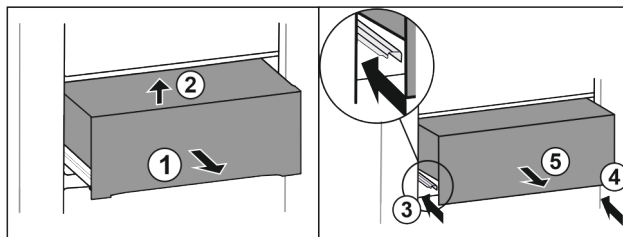

Fig. 40 *
- ▶ Schuiflade er half uitschuiven Fig. 40 (1).*
- ▶ Aan voorzijde optillen Fig. 40 (2).*
- ▶ Linker rail erin schuiven Fig. 40 (3).*
- ▶ Rechter rail erin schuiven Fig. 40 (4).*
- ▶ Lade er naar voren uitnemen Fig. 40 (5).*